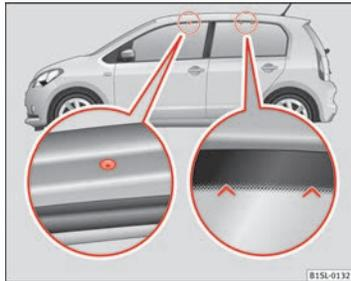

Fig. 70 Puntos de fijación de los soportes básicos y del portaequipajes del techo.
Los orificios para la fijación delantera se encuentran en la parte inferior de los largueros del techo y están cerrados con tornillos de plástico ⇒ fig. 70 (imagen ampliada izquierda). Los orificios sólo se pueden ver con la puerta abierta. Las marcas para la fijación en la parte posterior se encuentran en la parte superior de las ventanillas laterales traseras ⇒ fig. 70 (imagen ampliada derecha).
- El soporte básico debe fijarse únicamente en los puntos indicados en la ilustración ⇒ fig. 70.